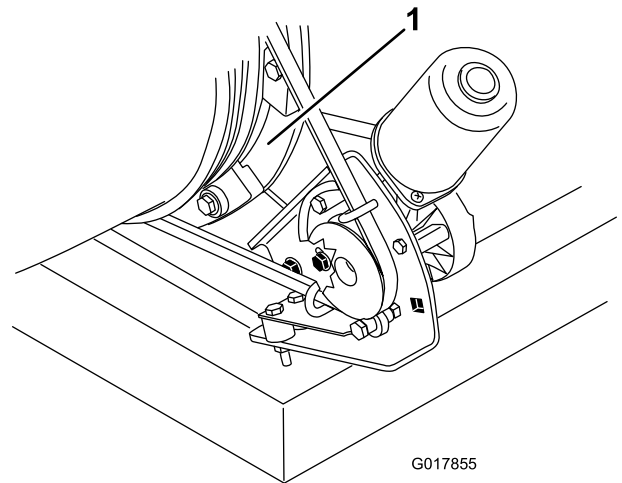

Figura 49
2. Retire cualquier acumulación de hierba, suciedad y residuos de alrededor de las guías de la tobera y entre ellas (Figura 49).